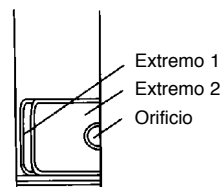

Fig. 5
1. Al instalar la tubería y el cableado de izquierda a derecha en la unidad interna, corte los extremos de los soportes de la tubería, de ser necesario (Ver Fig. 5).